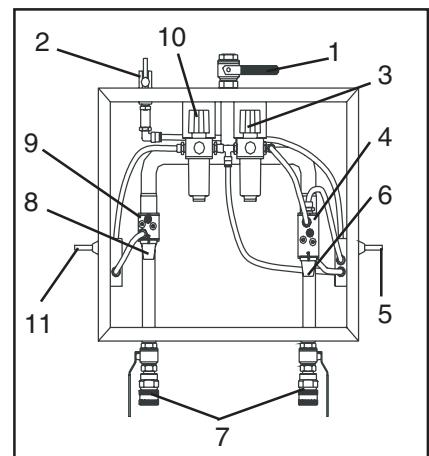

Fig. 9
**S3000 DF, S3000 DFU, S3100 DF, S3100 DFU** (Fig. 9, uden User Pack\*).